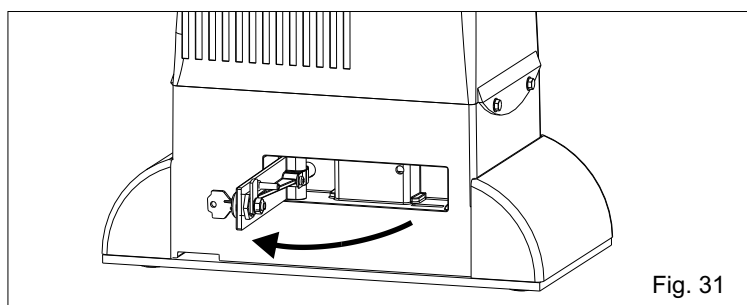

Fig. 31
- Tirare la leva di sblocco fino a battuta, 90° circa (Fig. 31).